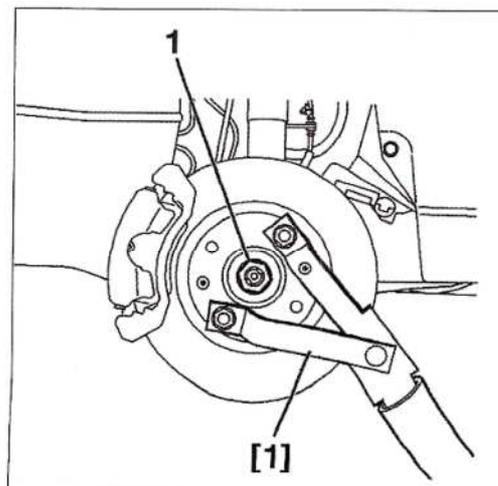

FIG. 1
- Colocar el útil [1] (Fig.1).